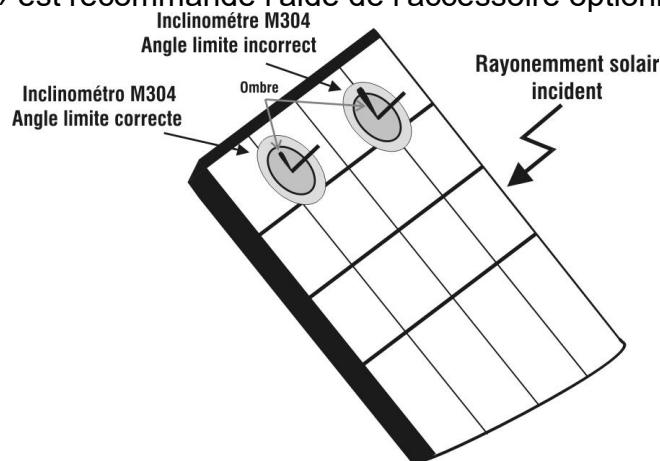

Fig. 8 : Positionnement inclinomètre M304
17. Monter la tige sur le disque de l'accessoire M304 (inclinomètre) fourni de dotation et le garder posé sur le plan du module. **Vérifier que l'ombre de la tige projetée sur le disque tombe dans le « cercle concentrique limite » se trouvant à l'intérieur du disque même (voir Fig.8).** Autrement, l'angle entre les rayons du soleil et la surface du module est trop élevé et les mesures effectuées par l'instrument **NE** sont donc **PAS** à considérer comme fiables. Répéter les opérations dans d'autres moments de la journée.